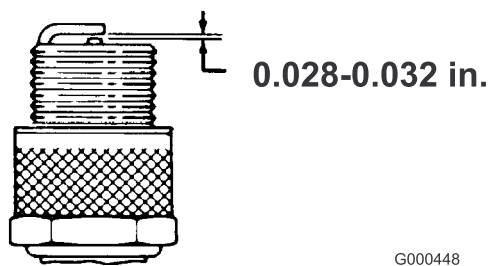

Figura 31
3. Ajuste el hueco entre electrodos a 0,7–0,8 mm (Figura 31). Tras ajustar correctamente los electrodos, coloque la bujía y apriétela a 17 pies-libra.